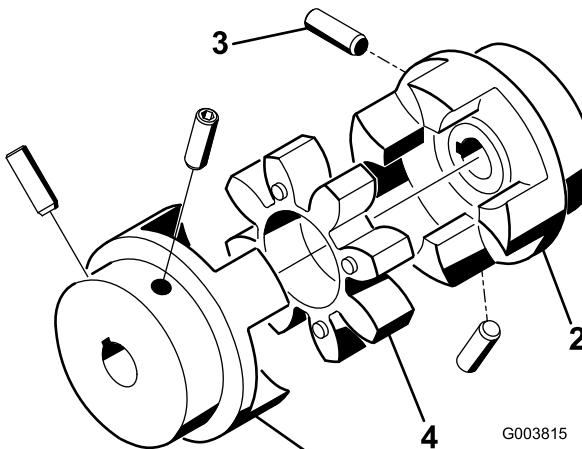

Рисунок 10
**Примечание:** Убедитесь в том, что крестообразная муфта (Рисунок 10) не находится в муфте.
- Затяните установочные винты, крепящие муфты валов двигателя и вентилятора (Рисунок 10), с моментом 6,6 – 9,3 Н•м.